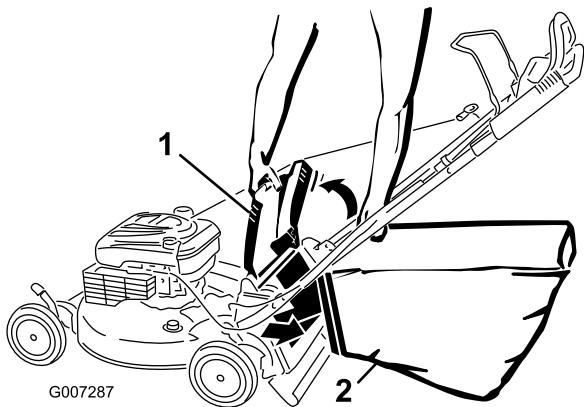

Figura 22
- 4. Cuelgue el extremo superior delantero de la bolsa de las muescas (Figura 22).